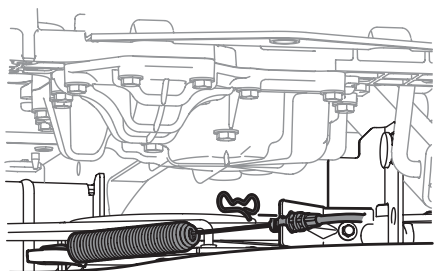

Fig. 43
- Extraiga el pasador de chaveta que sujeta el cable de la PTO al soporte de la plataforma, tire hacia atrás del cable de la PTO, luego deslícelo fuera del soporte y desenganche el resorte de la polea loca (Fig. 43 en la página 69).